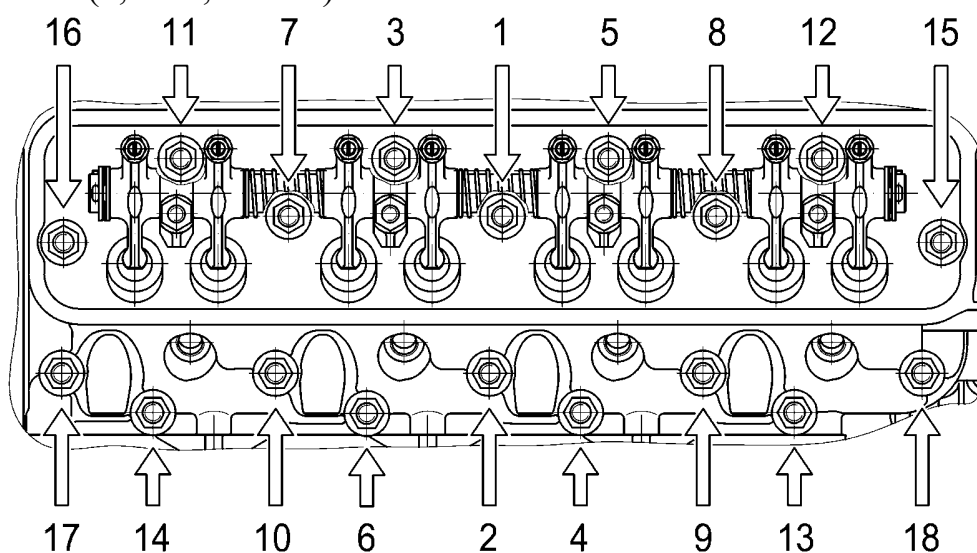

Рис.97. Порядок затяжки гаек головки цилиндров
- Затяжку гаек производить в два приема в порядке, указанном на рис.97: